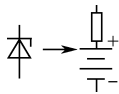

图 7-6 稳压管的等效电路
2) 动态电阻 (R_z)	<p>稳压管可等效为一个动态电阻和一个电池组的串联，如图 7-6 所示。</p> <p>动态电阻是指稳压管两端的电压变化量与流过电流变化量的比值。一个稳压管的稳压值是基本固定的，动态电阻越小，工作电流越大，稳压性能越好。</p> <p>例如，2CW7C 稳压管的工作电流为 5mA 时，动态电阻为 18Ω；工作电流为 10mA 时，动态电阻为 8Ω；工作电流等于或大于 20mA 时，动态电阻基本保持为 2Ω。</p>